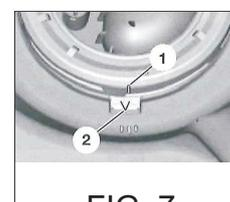

FIG. 7
- 3 Poner la tapa roscada y apretarla con la mano. A continuación, utilizar la llave de pestañas para apretar la tapa hasta que la muesca (1) [FIG. 7] llegue a la altura de la marca (2) [FIG. 7].